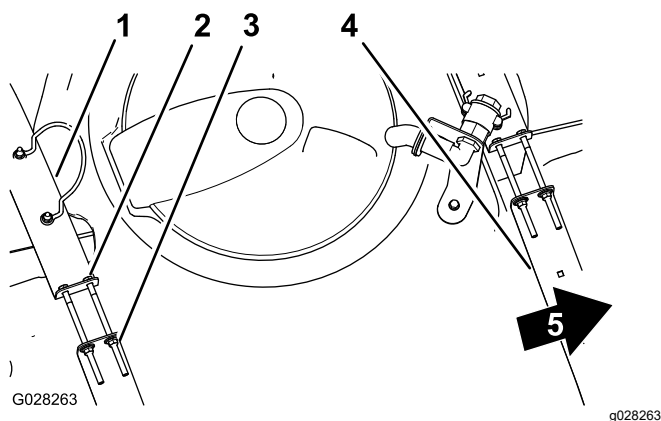

Figura 20
2. Compruebe si hay holgura entre los flejes y el depósito (Figura 20).
3. Si los flejes tienen holgura, apriete las contratuercas con arandela prensada y los pernos del extremo superior de los flejes hasta que los flejes queden apretados contra la superficie del depósito (Figura 20).